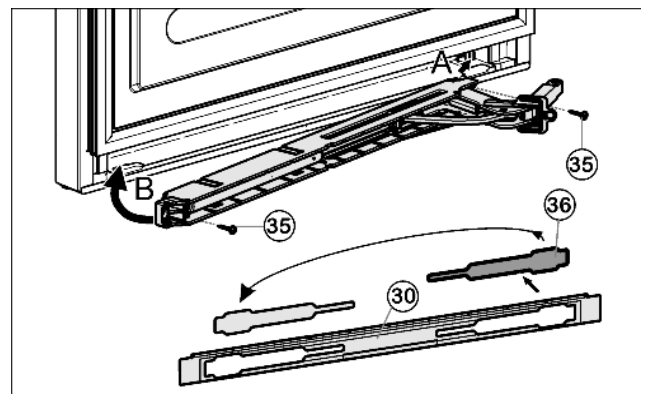

Fig. 15
- ▶ Освободите крышку Fig. 15 (36) из накладки Fig. 15 (30) и снова установите её на другой стороне.
- ▶ Прикрутите (2 шт. Torx 25) Fig. 15 (35) узел амортизатора закрывания дверцы.